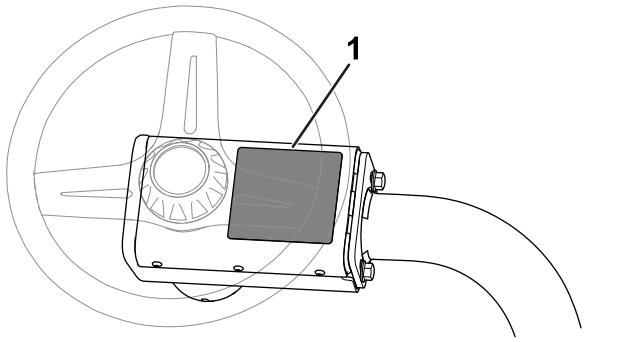

Figure 14
- Apposez l'autocollant de sécurité CE (réf. 136-8505) sur l'autocollant de sécurité existant (réf. 136-8506) ; voir Figure 14.